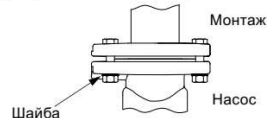

Рис. 3 Положение шайб для овальных отверстий под болты
При монтаже насосов типов UPS(D) 32-xx, 40-xx, 50-xx и 65-xx с овальными отверстиями под болты во фланцах должны обязательно применяться подкладные шайбы, см. рис. 3.